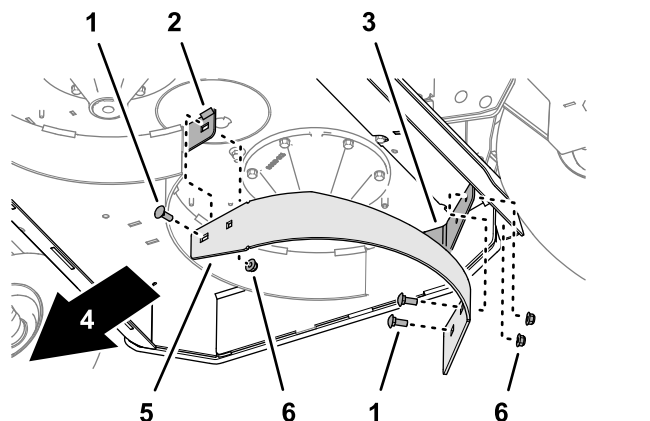

Figura 13
3. Rimuovete i 3 bulloni a testa tonda ($\frac{3}{8}$ " x 1") e i 3 dadi di bloccaggio flangiati ($\frac{3}{8}$ ") che fissano il deflettore destro alla flangia della piastra per mulching e al deflettore piccolo del piatto di taglio e rimuovete il deflettore sinistro (Figura 13).